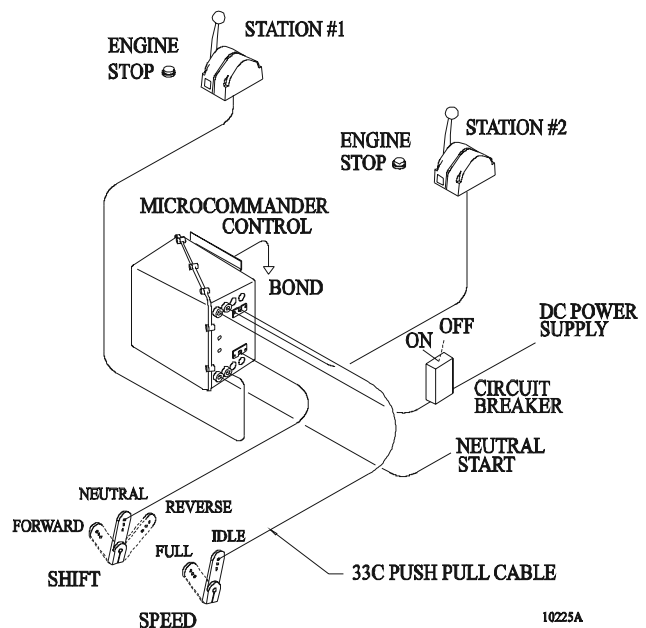

Abbildung 1: Grundlegendes Systemdiagramm
- Mechanische Anschlussmöglichkeiten für die meisten Motor-/Getriebekombinationen (Abbildung 1:)